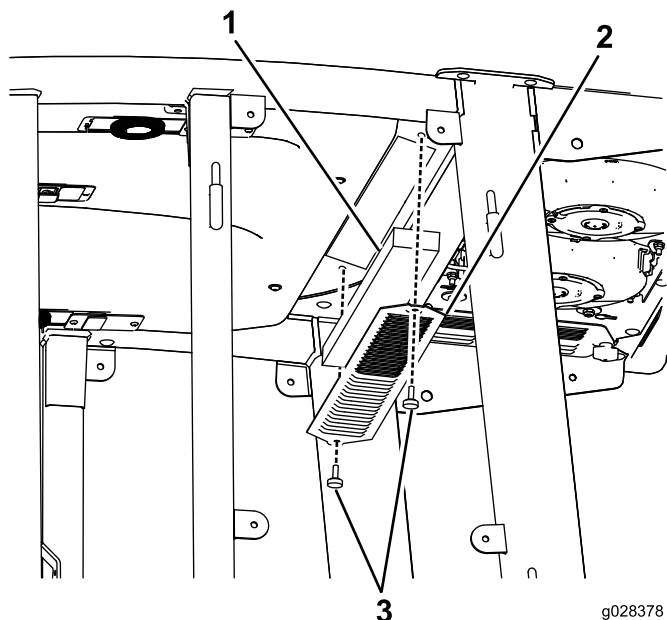
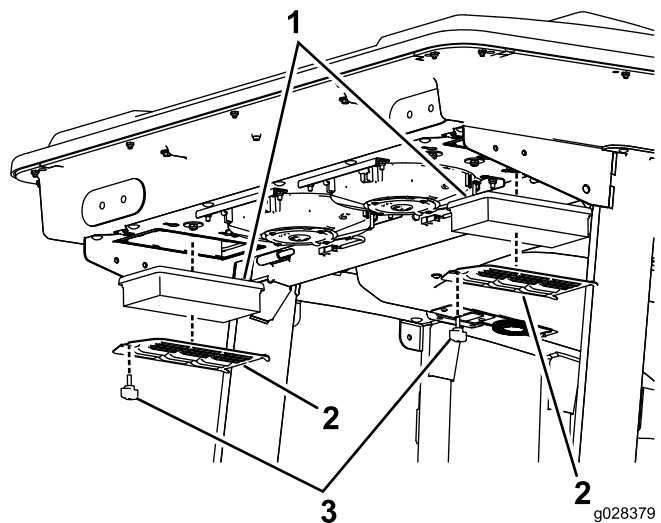

图54
图55
1. 拆下驾驶室内和驾驶室后空气滤清器的螺丝和格栅 图54 和 图55。